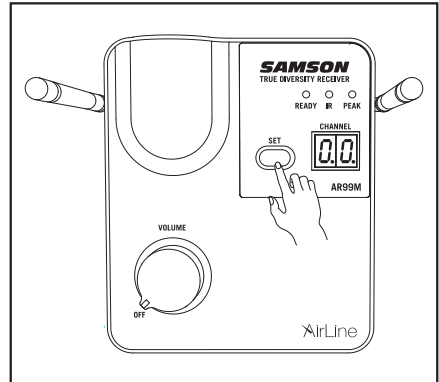

Figure 1
5. Appuyez sur le bouton SET pendant plus de 2 secondes (l'affichage commencera à clignoter rapidement) à l'avant du récepteur AR99m pour rechercher un canal disponible. Une fois que le canal optimal est sélectionné, le récepteur passe en mode de réglage IR. L'affichage clignotera lentement en mode IR Set. Si vous souhaitez régler un émetteur sur le canal actuellement sélectionné du récepteur, maintenez la touche SET enfoncée pendant plus de 10 secondes (jusqu'à ce que l'écran clignote lentement) pour accéder directement au mode Réglage IR. (Figure 1).